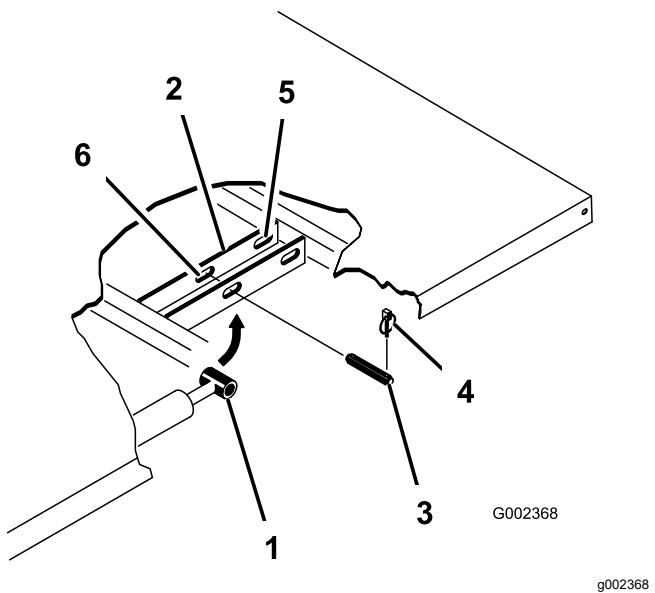

Figura 33
3. Retire las chavetas de los extremos exteriores de los pasadores de las varillas de los cilindros (Figura 33).
4. Retire los pasadores que fijan las rótulas de las varillas de los cilindros a las chapas de montaje de la plataforma empujando los pasadores hacia dentro (Figura 33).
5. Retire los pasadores de seguridad y los pasadores que fijan las placas de giro al bastidor (Figura 33).